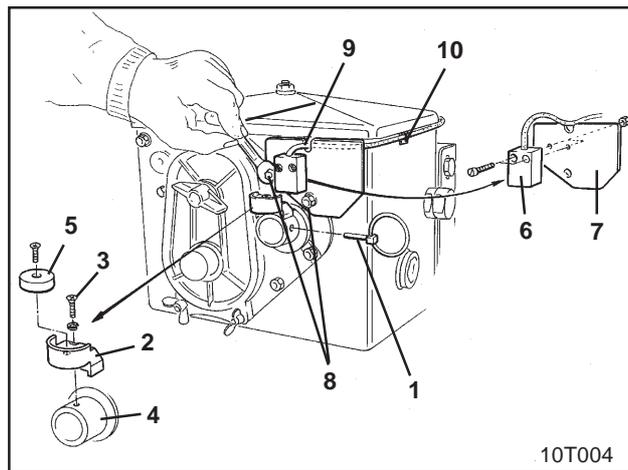

Fig. 6.2
- Klappstecker (Fig. 6.2/1, verbindet Rührwelle mit Antrieb) entfernen.
- Magnethalter (Fig. 6.2/2) mit Schneidschraube M4 x 10 (Fig. 6.2/3) und Federring an der Getriebehohlwelle (Fig. 6.2/4) anschrauben.
- Magnet (Fig. 6.2/5) mit einer Schneidschraube M4 x 10 am Magnethalter anschrauben.
- Sensor (Fig. 6.2/6) am Sensorhalter (Fig. 6.2/7) anschrauben.
- Sensorhalter (Fig. 6.2/7) mit zwei Gehäusemuttern (Fig. 6.2/8) am Getriebe anschrauben.
- Sensorkabel (Fig. 6.2/9) zur Schlepperkabine verlegen.
- Kabel an der Sämaschine mit Klebplatten (Fig. 6.2/10) und Kabelbindern befestigen. Die Klebeflächen müssen fettfrei und sauber sein.
- Klappstecker (Fig. 6.2/1) in die Getriebehohlwelle stecken.